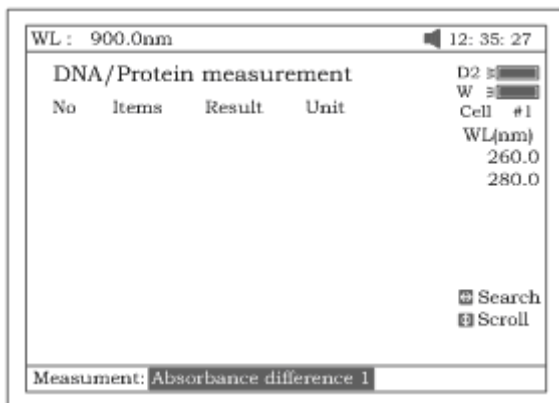

Рисунок 62
- Выберите курсорными клавишами метод измерения ("*Measument*") (рис.62)